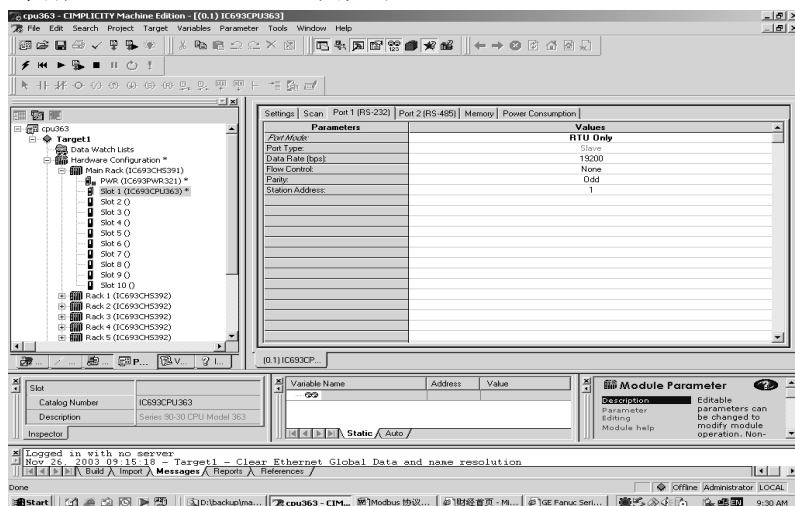

图 25
6. 根据你所用的串口是 RS232 或 RS485，来组态“Port1”或“Port 2”，假设该项目采用 RS232 口，点击该界面的“Port 1”，在“Port 1 Mode”处选择“RTU Only”，然后在选择 Data Rate, Flow Control, Parity, Station Address 等参数，出现图 25 界面。注意：在该组态界面中，“Port Type”为 Slave，不能更改，该口作为 Modbus RTU 协议的主，需要在程序中，对该口进行初始化，将该口设置为 Modbus RTU 的主。